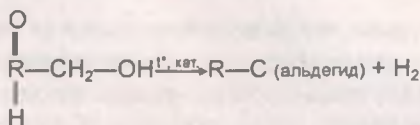

Рис. 183
- 2) при дегидрировании первичных спиртов пары спирта пропускают над нагретым до 200–300 °С катализатором. В качестве катализатора могут быть использованы медь, никель, кобальт и др. (рис. 183).